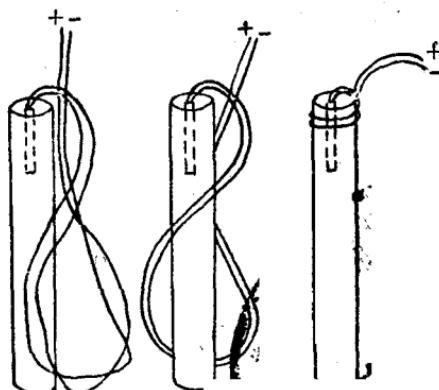

图8 脚线的缠绕
2. 扎孔：先将药卷的包纸打开，用略大于雷管直径的炮锥，在这一头的炸药里扎一个小孔，深度比雷管略长些，然后把雷管全部插入药卷内。雷管脚线在药卷上紧绕一圈，锁上一个扣(图8)，剩余的脚线暂时缠绕在药卷上，就成了备用的引药。